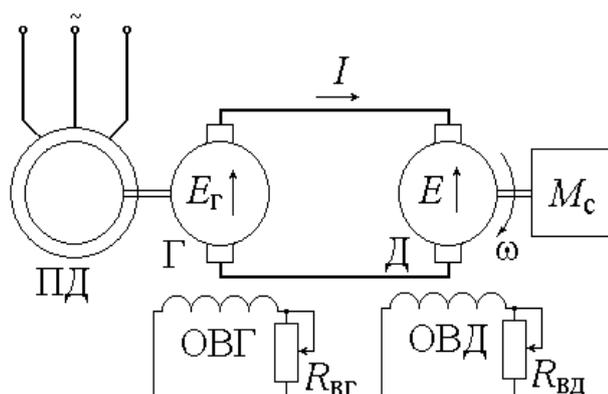

Рисунок 1 – Электропривод по системе генератор-двигатель
**Задача 5.** Определить ЭДС генератора, питающего цепь якоря двигателя по схеме генератор - двигатель (Г-Д) (рис.1), для получения требуемой скорости двигателя при заданной нагрузке.